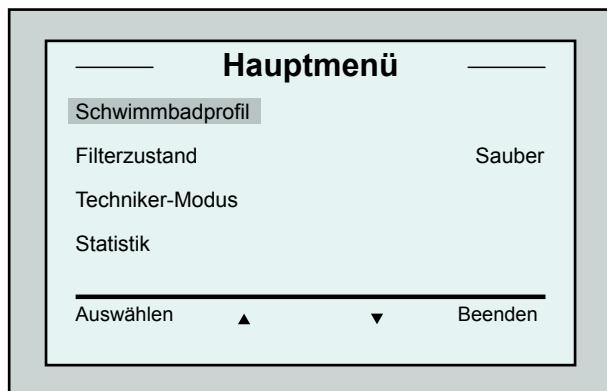

Abbildung 6: Hauptmenü - Bildschirm
Der Dolphin Wave ist in der Lage, mit 4 verschiedenen Schwimmbad-Konfigurationen zu arbeiten. Nach Einstellung dieser Konfigurationen werden sie im Speicher der MMI-Bedienkonsole gespeichert. Der Roboter wird in der Fabrik mit speziellen Standard-Schwimmbadeinstellungen versehen, die Sie ändern können. Wir verweisen Sie auf den ersten *Hauptmenü-Bildschirm*, Abbildung 6 und Kundenspezifische Einstellungen, Seite 71.
2. Drücken Sie auf die Taste **Menü**, um zum **Hauptmenü** zu gelangen (Abbildung 6).